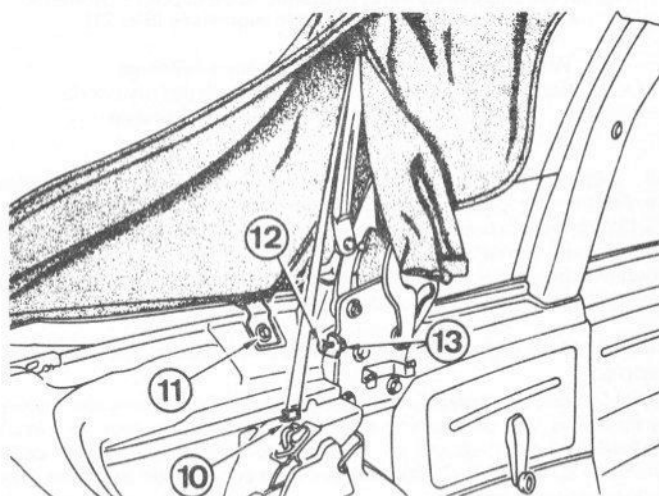

Fig. 13.129 Réglage des goupilles d'arrêt de capote - modèles Cabriolet (Sec 21)
- 35 Déplier partiellement la capote et remonter les boulons (2) Fig. 13.127 sans les serrer. **Note:** Contrôler que les supports (1) Fig. 13.129
40 Attacher les tendeurs dans les oreilles et remonter les boulons de maintien du support (10 et 11) Fig. 13.129.
41 Rabattre la capote bien à plat et vérifier que tous les deux goupilles d'arrêt (12) Fig. 13.129, sont en contact avec le dispositif arrière de traction. Si un réglage est nécessaire, desserrer chaque contre-écrou (13) et ajuster la longueur des goupilles selon besoin.